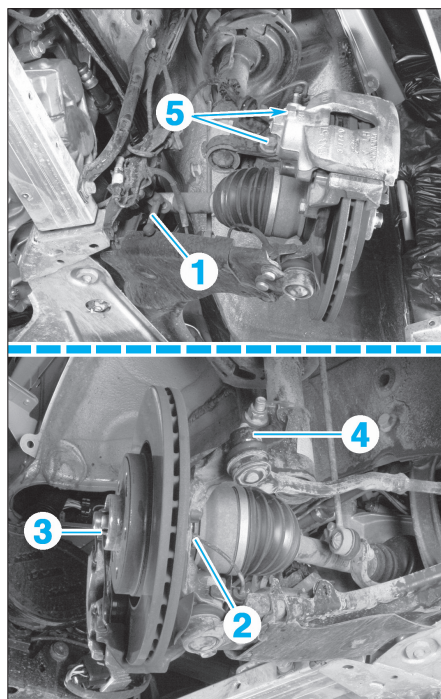

FIG. 1
- côté gauche, la biellette (1) de capteur d'assiette si le véhicule est équipé des projecteurs au xénon (Fig.1).
- Débrancher le capteur de vitesse de roue (2) et dégager son faisceau.
- À l'aide d'un outil approprié, immobiliser en rotation le moyeu puis déposer l'écrou de transmission (3).